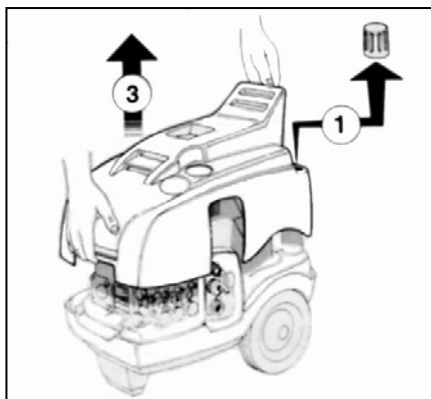

Рис.5
- I. Отсоединение корпуса (Рис.5).